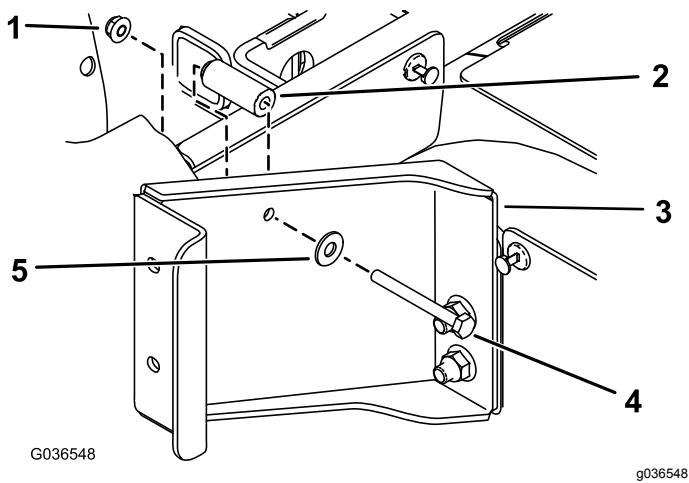

Figura 2
C. Prenda o suporte por trás da base do banco traseiro utilizando um parafuso de cabeça hexagonal (1/4 x 2½ pol.), uma anilha plana (5/16 pol.), um espaçador (9/32 x 5/8 pol.) e uma porca flangeada (1/4 pol.), como se mostra na Figura 2.